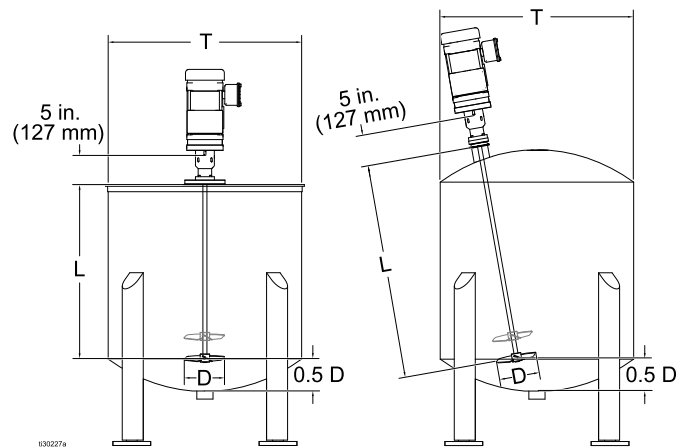

Figure 1 Messung für Wellenlänge
*Der empfohlene Durchmesser für die Laufradschau-fel wird ermittelt, indem die Innenabmessung von Behälter oder Fass (T in Abbildung 1) mit dem Faktor 0,35 multipliziert wird.
1. Die Länge vom Boden des Behälters bis hoch zu einer Höhe ermitteln, die der Hälfte des Laufraddurchmesser entspricht (d. h., 5 cm, 10 cm oder 15 cm bzw. 2 Zoll, 4 Zoll oder 6 Zoll) (Siehe 0,5 D in Abbildung 1).
2. Von diesem Punkt aus bis zur Abdeckung bis zur Deckelmontagefläche (L) messen.
3. Messung in Schritt 2 (L) zur Länge des Lagergehäuses addieren (127 mm bzw. 5 Zoll).